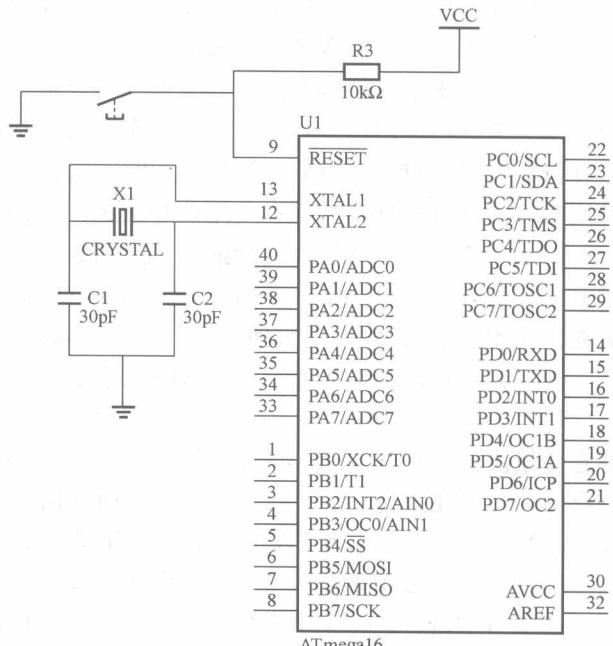

图1-2 晶体振荡电路连接图
(1) 上电复位：当电源投入时，在电源电压低于上电复位门限时，单片机复位。
(2) 外部复位：在复位端与电源负端GND之间连接一个按键，并在复位端与电源正端之间连接一个 $10k\Omega$ 的上拉电阻，如图1-2所示。当按键按下时，复位端变为低电平，单片机复位。由于系统具有上电复位功能，某些应用场合可以不接复位电路。
(3) 看门狗复位、掉电检查复位、JTAGAVR复位等。
每个计算机工作需要 1 个系统时钟作为工作的节拍信号。ATmega16 单片机内部有一个 1、2、4、8MHz 频率可选择的系统时钟，所以外部可以不接晶体振荡电路。如果需要其他频率的系统时钟，可以外接晶体振荡器，连接方法如图 1-2 所示。图中两个小电容的电容量为 15~30pF，帮助振荡器起振。